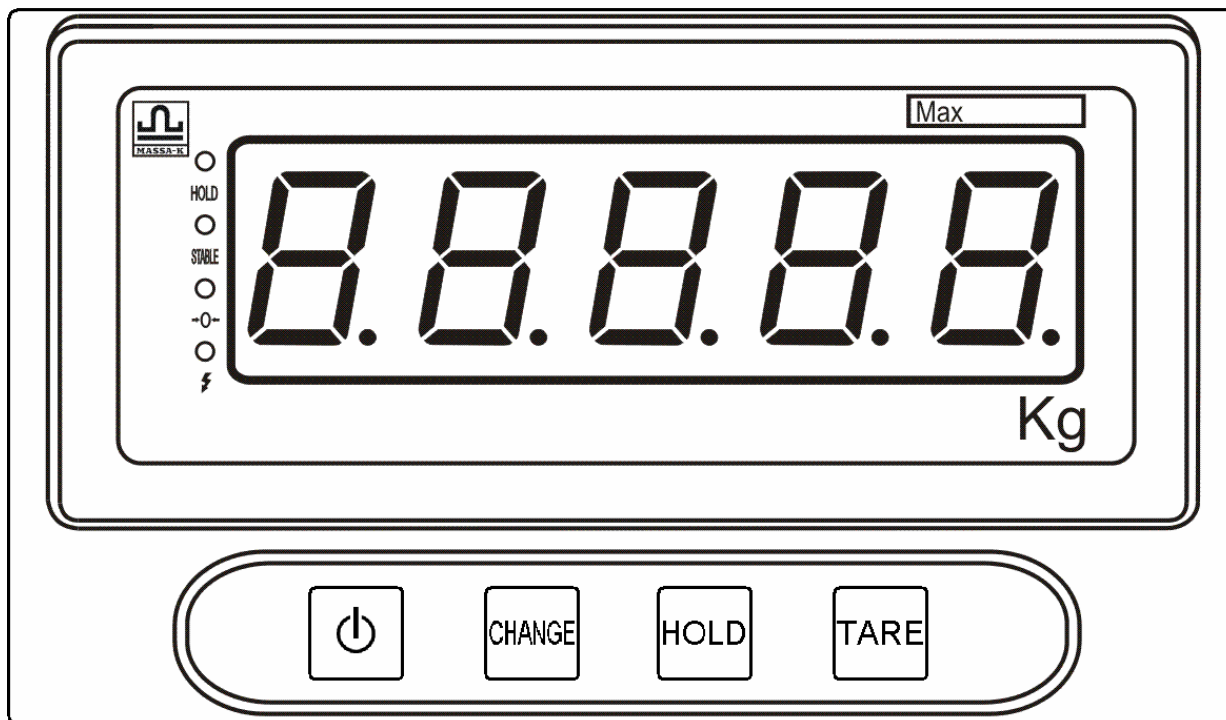

Рис. 5.1 - Весы ЕК-А\_. Лицевая панель
5.1 Элементы управления и индикации весов представлены на Рис. 5.1, Табл. 5.1 и Табл. 5.2.